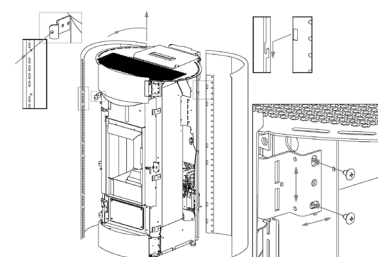
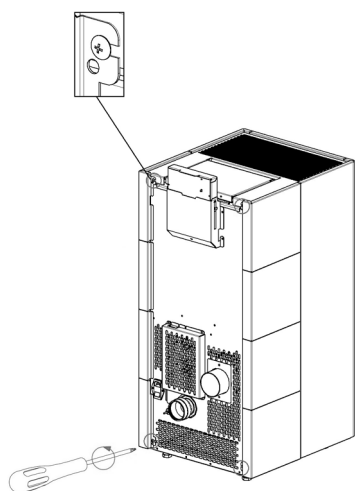

Fig. 60 - Justierungen
Fig. 61 - Schrauben lösen
- Der Wiedereinbau erfolgt in umgekehrter Reihenfolge, wobei die Möglichkeit besteht, die Vordereinsätze vertikal und horizontal zu regulieren, so dass sie mit den Seiten fluchten (siehe **Fig. 60** und **Fig. 61**).